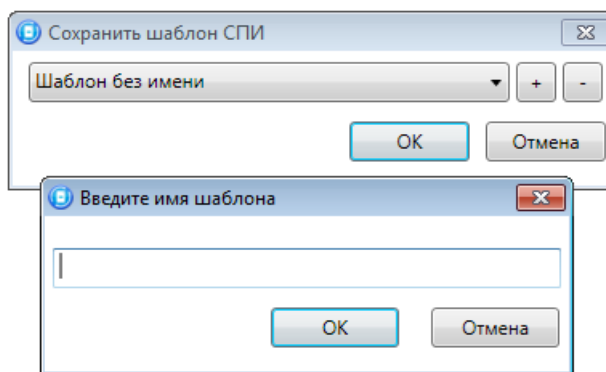

Рисунок 13.3 — Сохранение шаблона
- *Сохранить шаблон настроек*: открытие окна *Сохранить шаблон УОО* (см. рисунок 13.3), с помощью которого можно сохранить конфигурацию УОО контроллера в качестве шаблона.